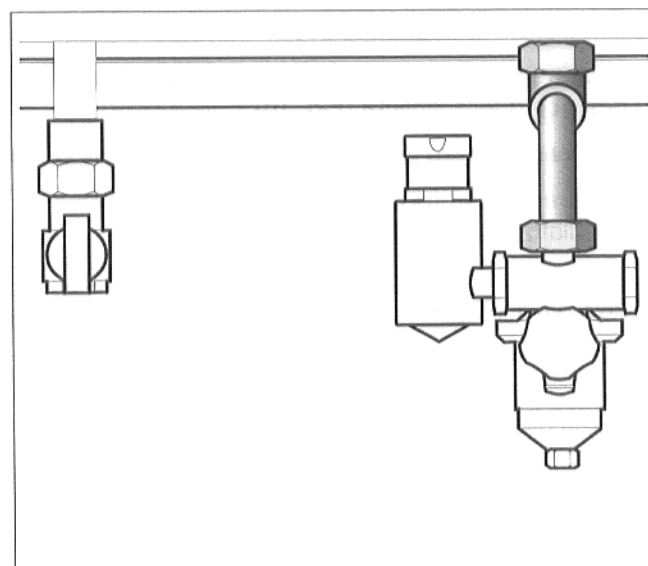

Fig. 7: tubo di collegamento acqua fredda
- Montare il tubo di collegamento acqua fredda tra l'accumulatore ed il gruppo di sicurezza. Tenere presente l'anello di serraggio e la guarnizione (Fig. 7).